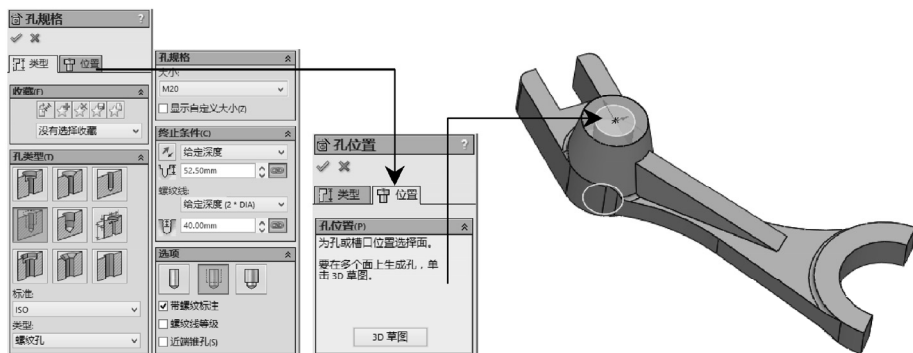

图 3-76 插入异形孔操作
STEP 1 单击“特征”工具栏中的“异形孔向导”按钮, 打开“孔规格”属性管理器, 设置孔规格为“直螺纹孔”、ISO、M20, “给定深度”为 52.5mm, 然后切换到“位置”选项卡, 在模型凸台的上圆心位置单击, 确定孔的位置, 创建一个孔, 如图 3-76 所示。